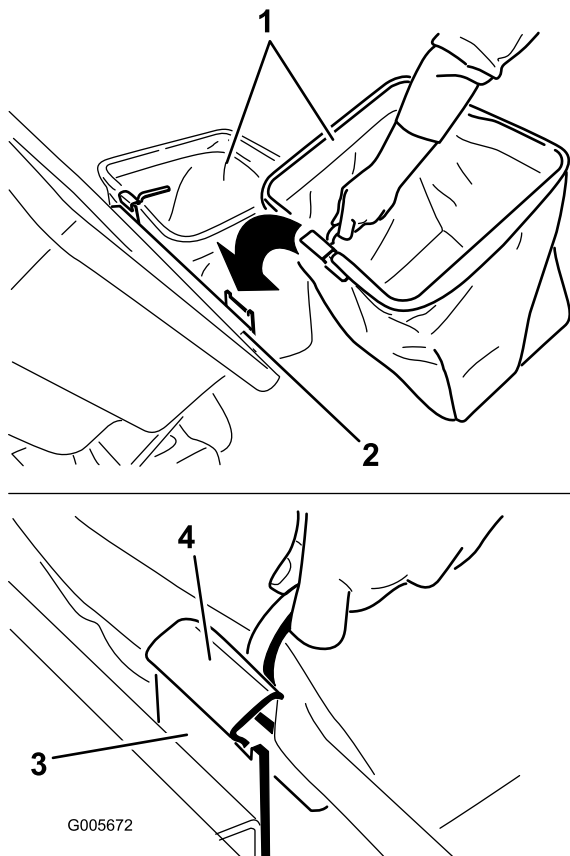

Figure 9
2. Soulevez le couvercle et installez les bacs en glissant les crochets de l'armature sur les pattes de retenue (Figure 9).